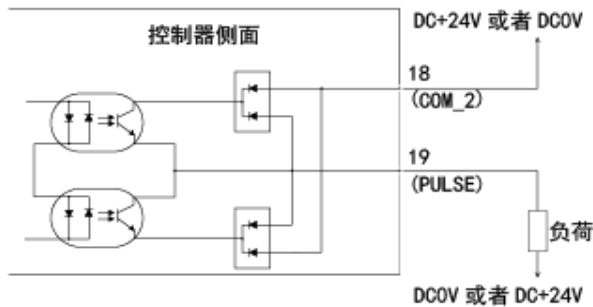

图28
③ 输出信号 II
关于“旋转脉冲 (PULSE)”的输出信号，请参考图28。输出电流流向两个方向 (sink、Source)。电压和电流规格 • 外加电压 (V) \cong DC+30V • 工作电流 (Ip) \cong 50mA